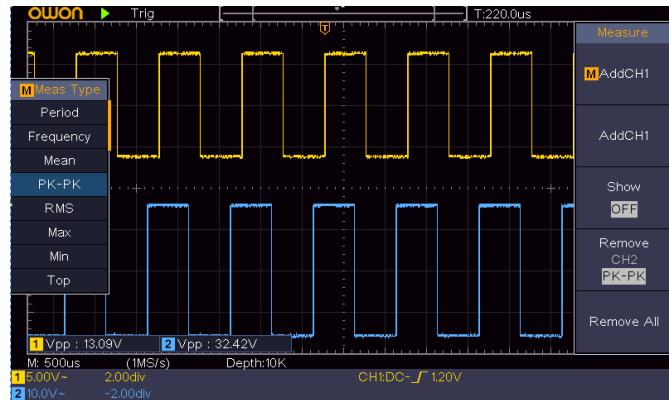

Рисунок 6.2. Осциллограммы при определении коэффициента усиления
7) Считайте значения размаха напряжения сигналов в каналах CH1 и CH2, показанные в левом нижнем углу дисплея (см. рисунок 6.2).